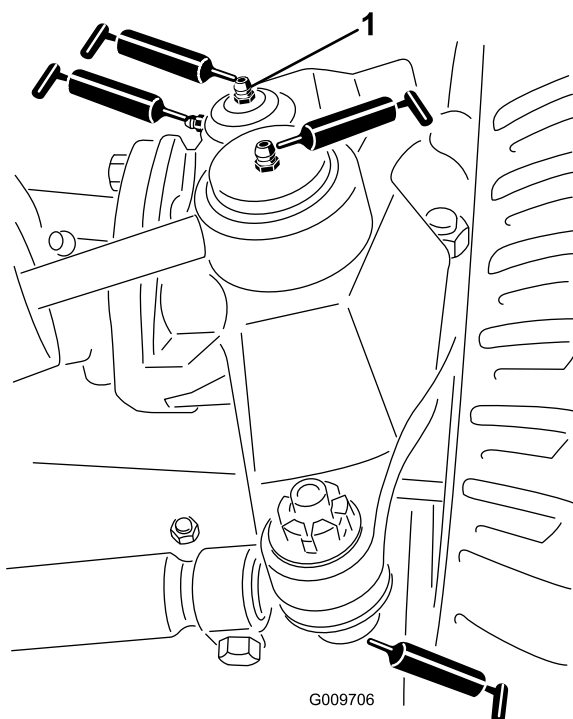

Figura 23
1. Cierre del capó (2)
- Articulaciones esféricas del cilindro de dirección (2) (Figura 23)
- Articulaciones esféricas de las bielas (2) (Figura 23)
- Casquillos del pivote de dirección (2) (Figura 23). **El engrasador superior del pivote de dirección debe lubricarse solamente cada año (2 aplicaciones).**